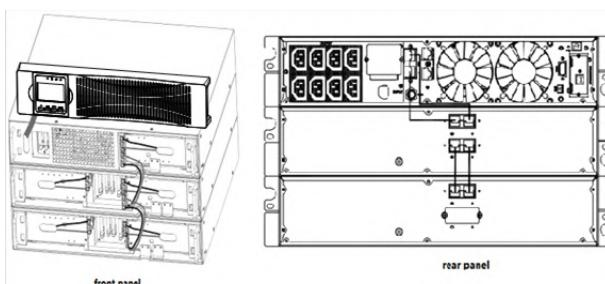

Рис. 3-13. Подключение ЕВР.
3. Для нижнего (или единственного) ЕВР снимите кабельную направляющую только на верхней части передней крышки (см. рис. 3-13).
4. Если вы устанавливаете более одного ЕВР, для каждого дополнительного ЕВР снимите направляющие сверху и снизу (см. рис. 3-13).
5. Подключите кабель ЕВР в батарейный разъём к ИБП как показано на рис.3-13. К ИБП можно подключить до 4x блоков ЕВР. Соблюдайте цветовую полярность соединений.